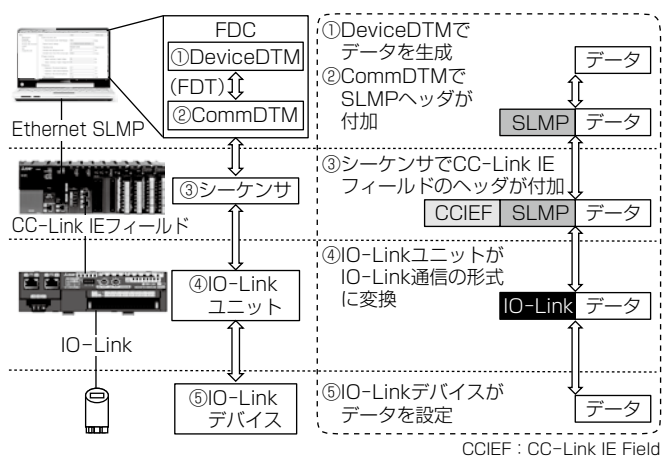

図8. パソコンからIO-Linkデバイスまでの通信
FDCツール開発、SLMPプロトコルのIO-Link対応及びCommDTM開発を行ったことで、図8の①～⑤に示すように、顧客がFDCツール上で設定したIO-LinkデバイスのパラメータがEthernet→CC-Link IEフィールド→IO-Linkのネットワークを経由して、IO-Linkデバイスに設定される。